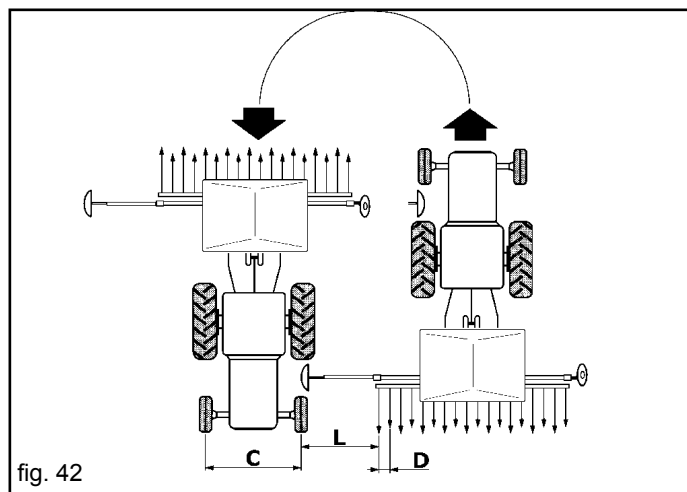
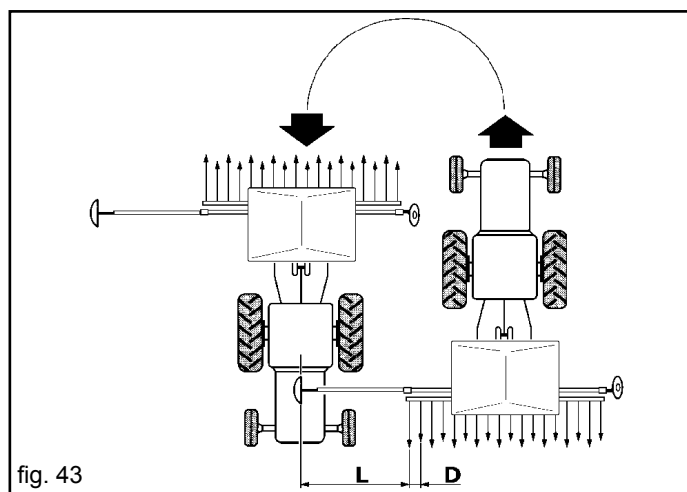

fig. 42
fig. 43
- **Mod. 400/450:** segnafile con traccia **sulla ruota della trattrice** a ripiegamento oleodinamico (Fig. 42);
- **Mod. 500/600:** segnafile con traccia **al centro della trattrice** e ripiegamento oleodinamico all'interno dell'ingombro seminatrice (Fig. 43).
Quando il trattore avrà terminato la corsa e invertito la marcia, si procederà correndo sulla linea di riferimento con una delle **ruote anteriori** (Fig. 42) o con il **centro della trattrice** (Fig. 43) secondo il segnafile utilizzato. Ad ogni nuova passata, la seminatrice dovrà tracciare una linea di riferimento dal lato opposto della passata precedente.